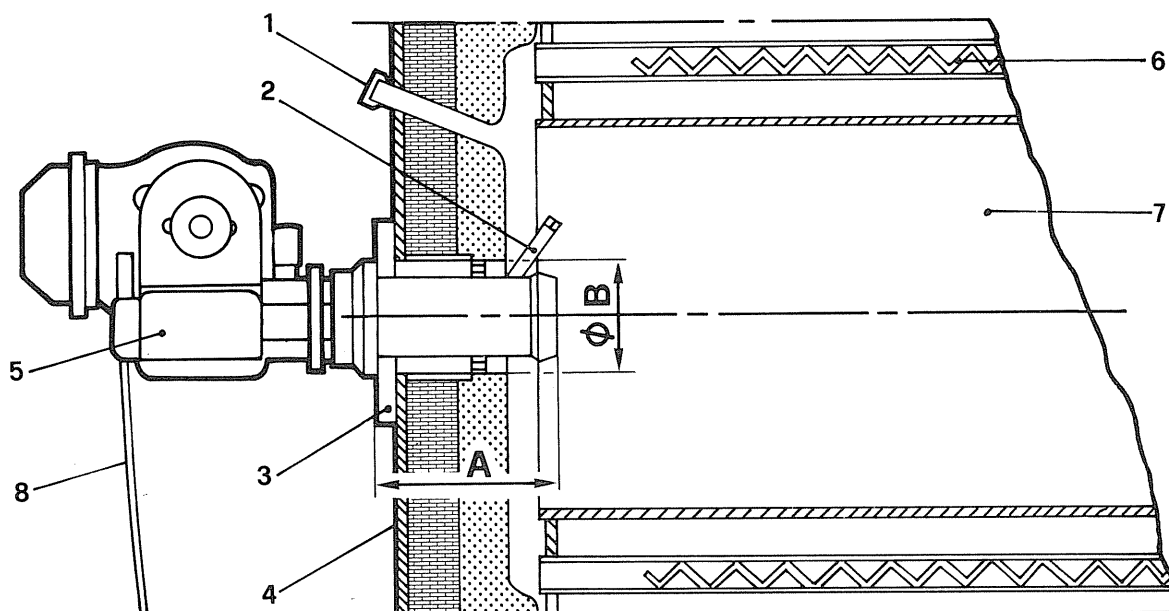

Fig. 6
2.04 Montaggio del bruciatore (fig. 6)